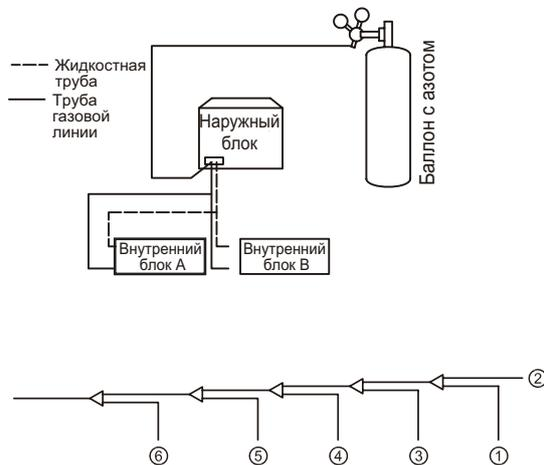

Рисунок 5.28
8. Точно так же продуйте другие отверстия, двигаясь последовательно от внутреннего блока А к наружным блокам. См. Рисунок 5.28.